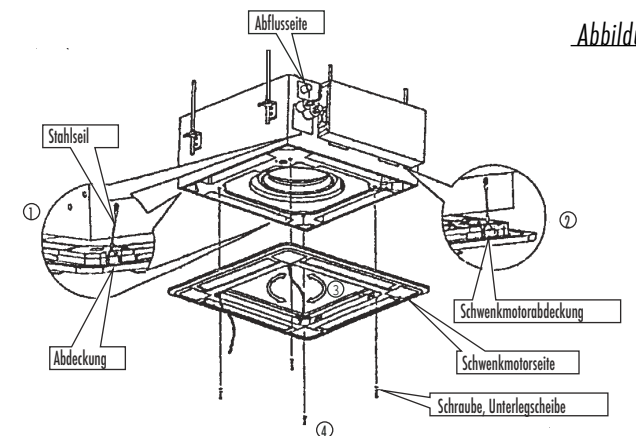

Abbildung 42
- Bringen Sie den Schwenkmotor am Panel mit dem Wasserbehälter des Gerätekastens korrekt in eine Linie. (Siehe Abb. 42)
- Hängen Sie die vier festen Stahldrähte des Hauptkastens an die Installationsabdeckung und die anderen drei Abdeckungen des Schwenkmotors: (Siehe Abb. 42 ① und ②)
c. Installieren Sie das Panel mit den Schrauben (M5X15) und dem Dichtungsring (Siehe Abb. 42 ④)
e. Regulieren Sie nun das Panel leicht in Richtung der Pfeile in Abb. 42 ③, um den Mittelpunkt des Panels zum Mittelpunkt der Deckenöffnung zu bringen. Stellen Sie sicher, dass die Haken der vier Ecken fest sitzen.